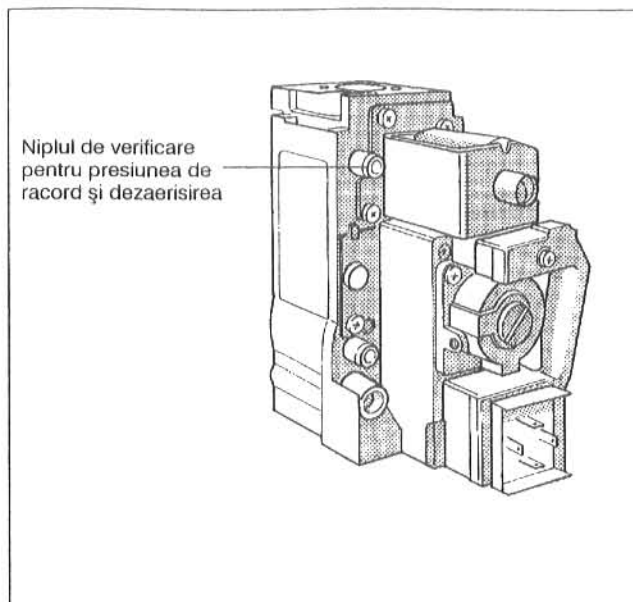
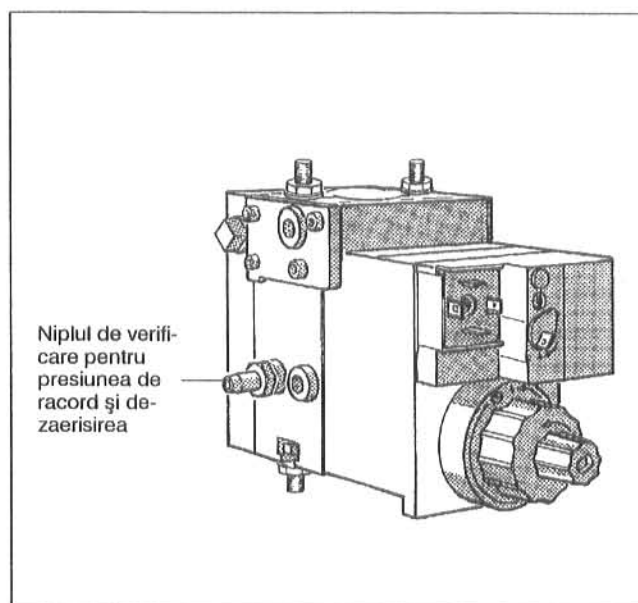

Fig. 27: Armătura arzătorului de gaz
Fig. 28: Armătura arzătorului de gaz
- Desfaceți ușor șuruburile de încheiere de la niplul de verificare pentru presiunea de racord de la armătura arzătorului de gaz (Fig. 27 respectiv Fig. 28) numai două rotații.